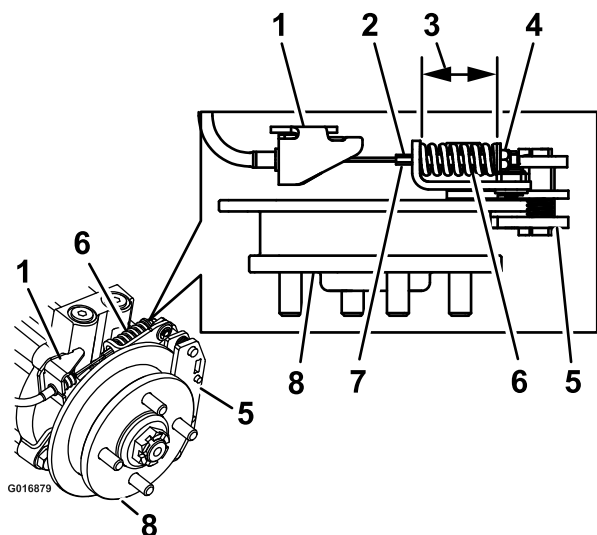

Figure 72
9. Tenez l'extrémité de la tige filetée avec un outil et ajustez le contre-écrou jusqu'à ce que la longueur du ressort se situe entre 3,8 et 4 cm (Figure 72). Le câble ne doit pas tourner quand les écrous sont desserrés.